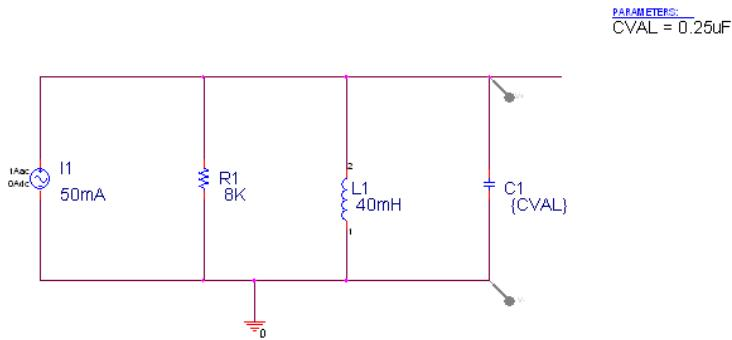

图 36. 建立 C1 的全局变量 CVAL
6.2 假设我们已经建立全局变量 CVAL, 完成如图 36 的线路.